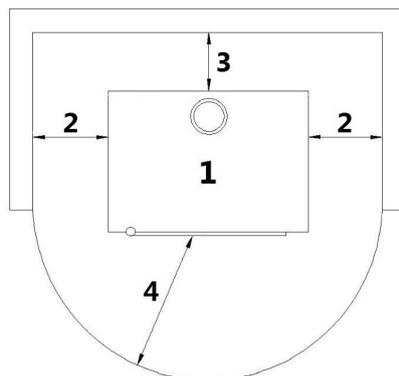

Fig. 26 - Installation générale
LÉGENDE	Fig. 26
- Il est obligatoire d'installer le poêle éloigné des murs et/ou meubles, avec un écart minimum de 300 mm aux côtes, de 200 mm derrière, afin de permettre un refroidissement efficace de l'appareil et une bonne distribution de la chaleur dans l'ambiance (voir Fig. 26).
- Si les murs sont en matériel inflammable, contrôler les distances de sécurité (voir Fig. 26).